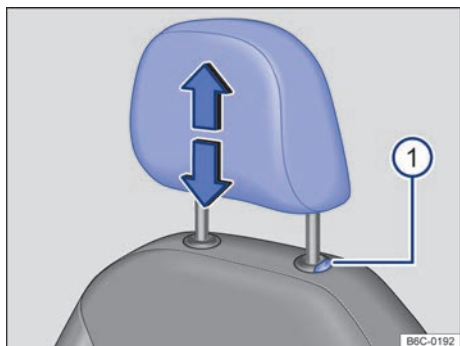

Fig. 67 Apoio para cabeça dianteiro: desinstalar.
- Retirar o apoio para cabeça com o botão → Fig. 67 ① pressionado.
- Empurrar o apoio para cabeça totalmente para baixo com o botão → Fig. 67 ① pressionado.